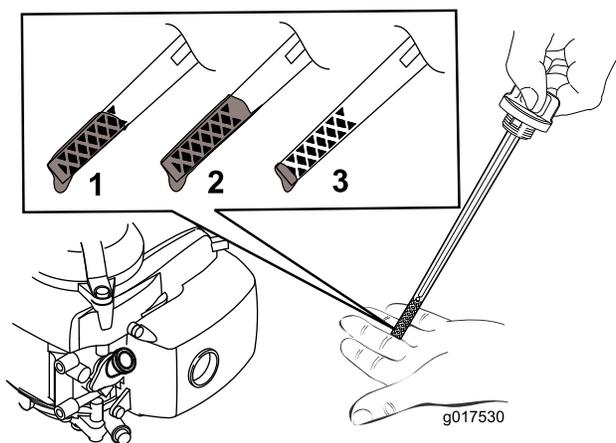

Рисунок 17
**Примечание:** Заливайте масло в картер двигателя до тех пор, пока масломерный щуп не покажет, что достигнут нужный уровень масла в двигателе, как показано на (Рисунок 17). В случае перелива слейте некоторое количество масла из двигателя, как описано в 5.